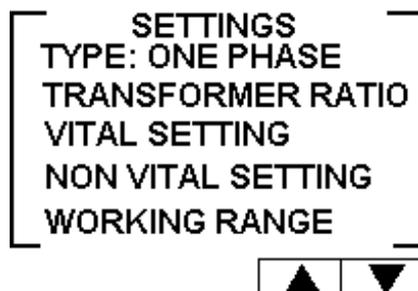

Рисунок 3.2 - Настройки.
- На экране появятся УСТАНОВКИ. (Пожалуйста, см. рисунок 3.2).